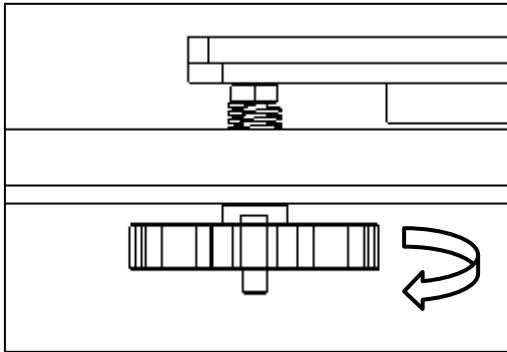

Fig 1
2. Beobachten Sie die Düse, ziehen Sie die Handmuttern unter dem Bett fest, um sich nach unten zu bewegen, oder lösen Sie diese Muttern, um das Bett nach oben zu bewegen (Abb. 1). Lassen Sie die Düse etwa 1 bis 2 mm höher als das Bett sein.